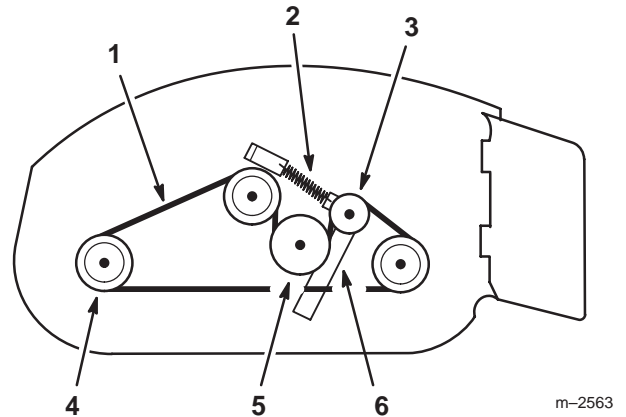

Bild 28
4. Legen Sie den neuen Schneidwerkriemen um die drei Spindelscheiben, die Getriebeausgangsscheibe und die Schneidwerk-Spannscheibe (Bild 28).
5. Bringen Sie die Feder wieder am Schneidwerk-Spannarm an (Bild 28).